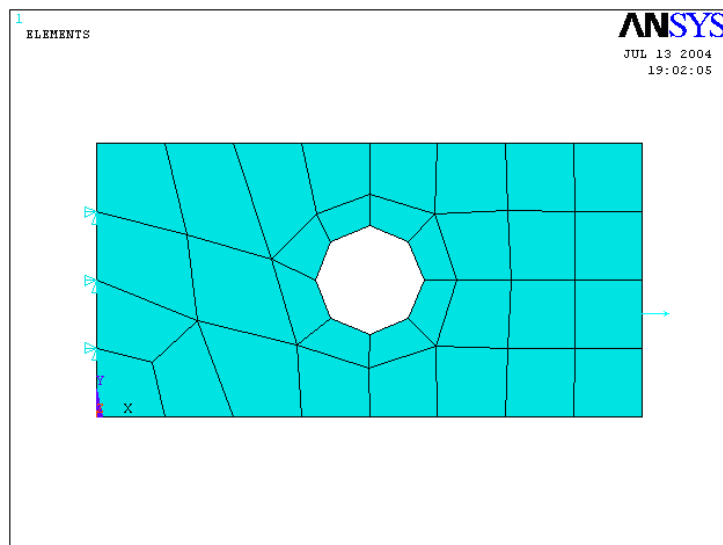

图1.40 模型约束信息
(5) 至此, 在视图窗口中就可以得到模型的约束信息了, 如图 1.40 所示。